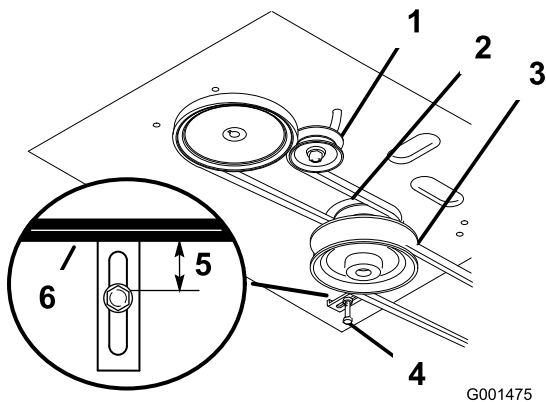

Figure 49
8. Vérifiez que le guide de courroie sous le bâti du moteur est réglé correctement (Figure 49).
Remarque: Le guide de courroie et la courroie du tablier de coupe doivent être espacés de 19 mm (3/4 po) quand la courroie est engagée (Figure 49). Réglez la courroie du tablier de coupe au besoin. La courroie désengagée ne doit pas traîner ni tomber de la poulie quand les guides et la tension de la courroie sont réglés correctement.